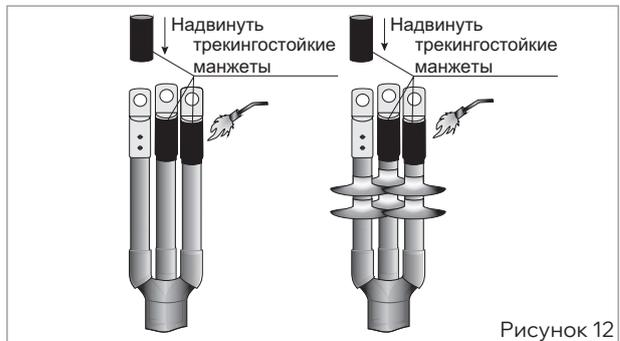

Рисунок 12
■ Обезжирить на каждой жиле цилиндрическую часть наконечников и трубку по жиле на длине 60–70 мм. Надвинуть трекингостойкие манжеты (красного цвета) на трубчатую часть наконечников и усадить их, начиная с середины (рис. 12). После усадки манжеты должны плотно облегать наконечники и трубки на жилах. По торцам манжет должен выступить расплавленный клей. Монтаж муфты окончен. Дайте муфте остыть, прежде чем подвергать ее механическому воздействию.